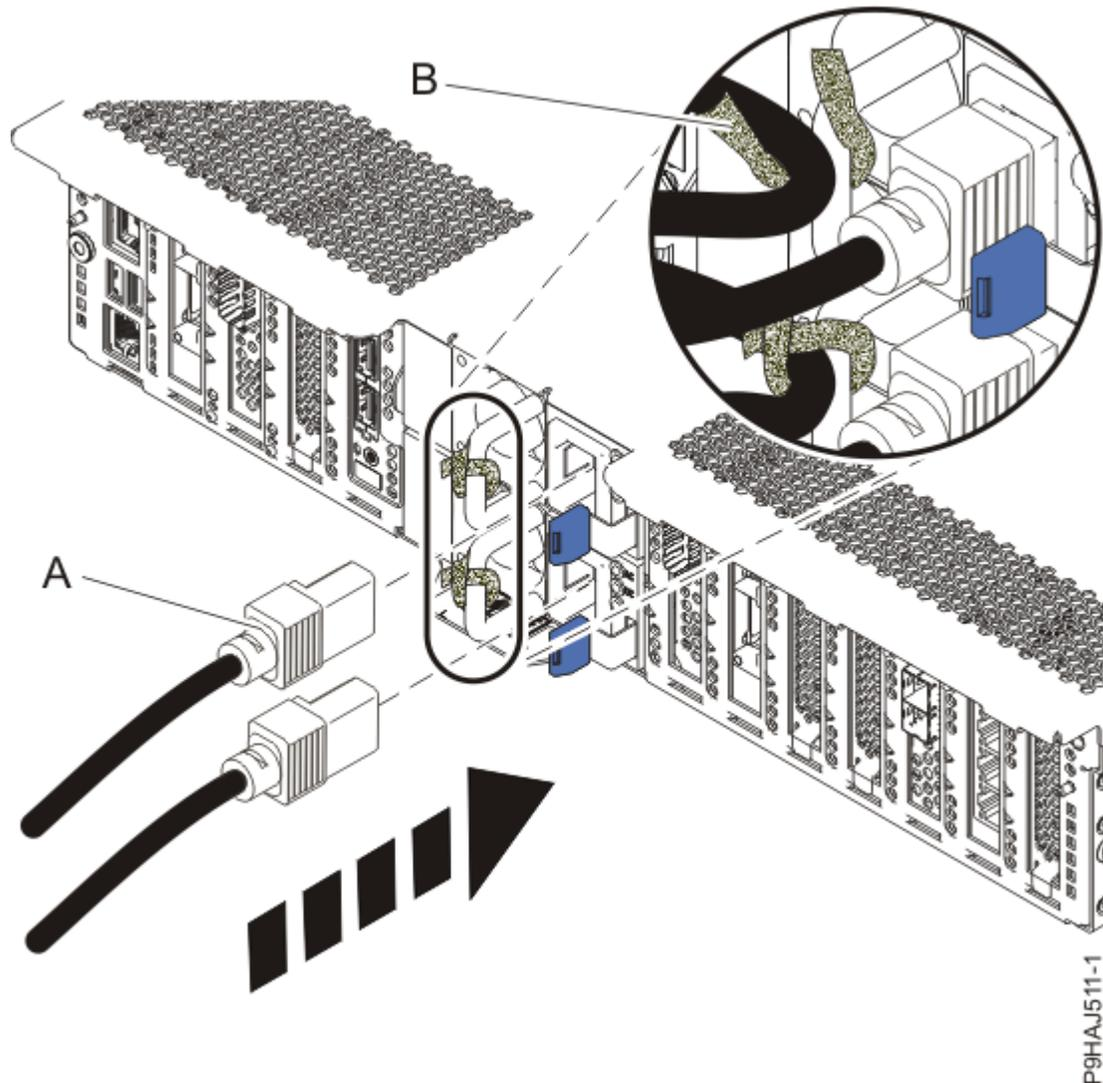

Abbildung 8. Netzkabel anschließen
3. Schließen Sie die Netzkabel **(A)** mithilfe Ihrer Beschriftungen wieder an die Systemeinheit an. Befestigen Sie die Netzkabel mit den Klettverschlüssen **(B)** am System (siehe Abbildung 8 auf Seite 13).